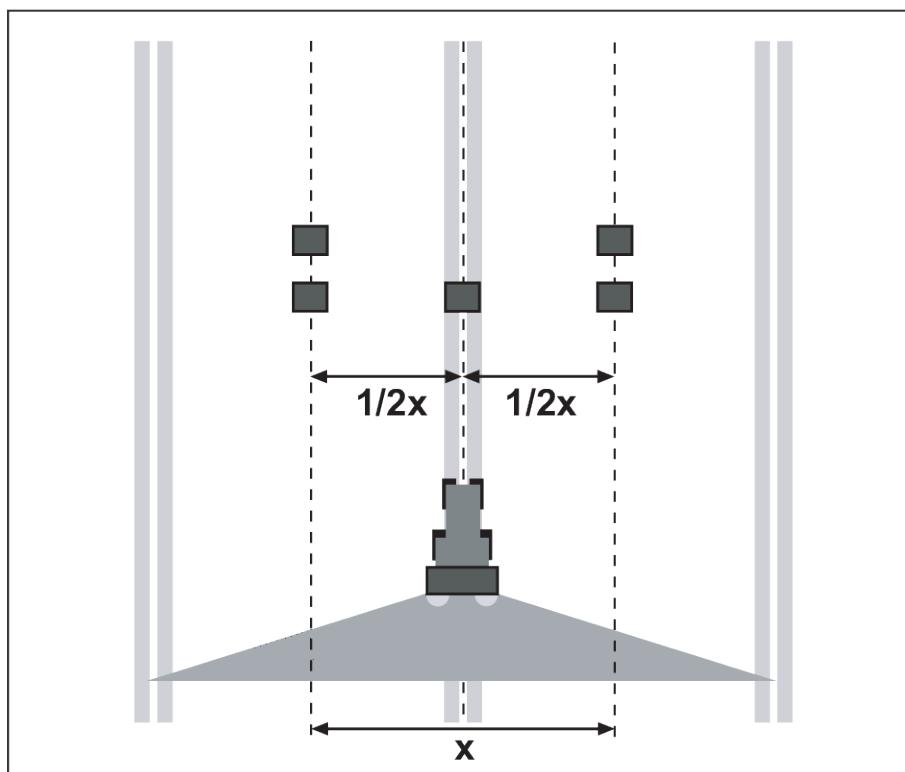

Fig. 53: Poziționarea pentru o singură deplasare
- ▶ Amplasați câte două vase colectoare la distanță de **1 m** unul în spatele altuia în zonele de suprapunere (dintre traseele parcurse de tractor) și un vas colector în traseul de deplasare (ca în Fig. 53)